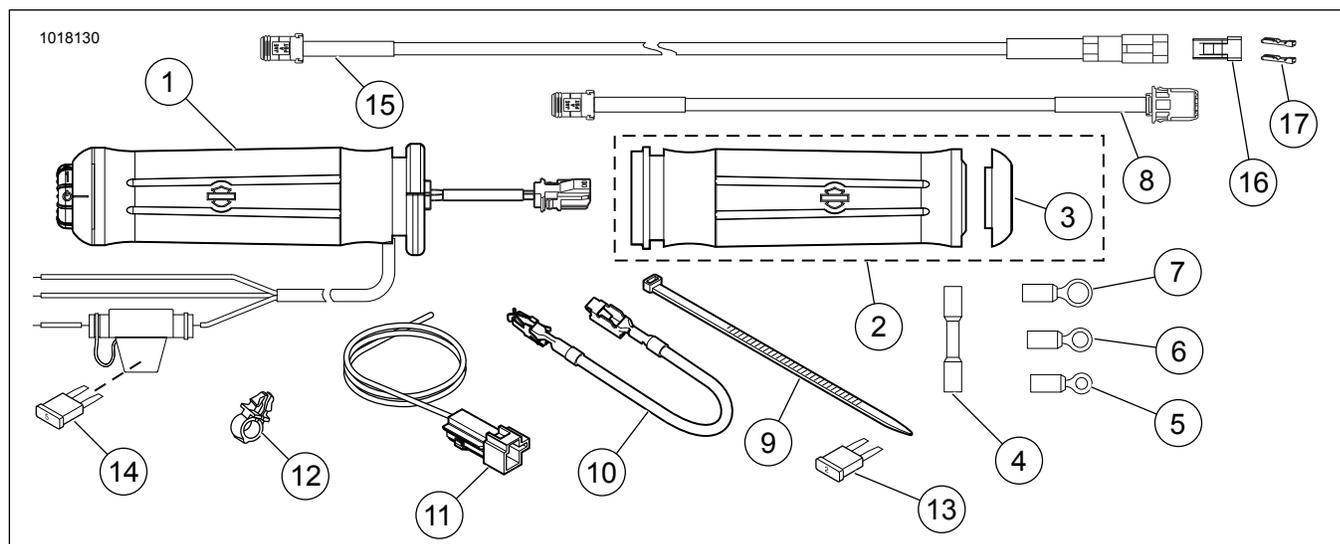

Figura 8. Piezas de servicio, kits de empuñaduras con calefacción
2. Vea Figura 8 . Use correas de cable (9) del kit para sujetar el cableado de la empuñadura al mazo de cables a lo largo del cuerpo del vehículo.